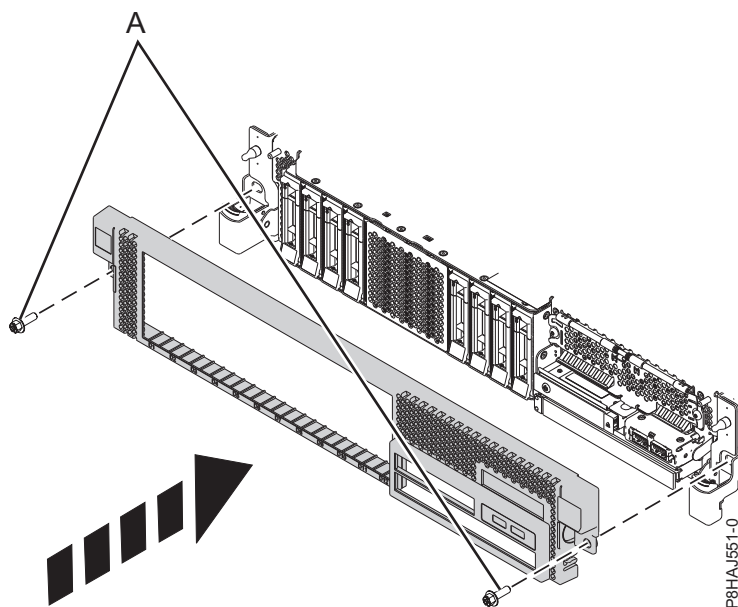

Figura 102. Instalar a tampa frontal
3. Feche os fechos ao empurrá-los na direcção apresentada em Figura 102 na página 132. A tampa fica encaixada e tem uma reentrância que lhe permite segurá-la mais facilmente.
4. Substitua os parafusos de transporte (A).